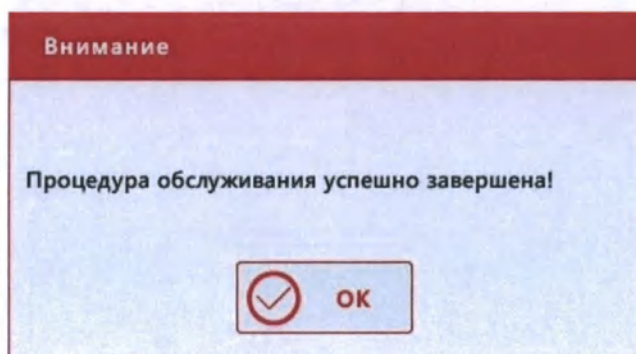

Рис.10.5-3 Информационное сообщение о завершении процедуры обслуживания
- 2) По окончании процесса очистки на экране появится информационное окно с сообщением **“Процедура обслуживания успешно завершена!”**. Затем следует выполнить промывку апертуры WBC или RBC изотоническим реагентом (в зависимости от того, в каком измерительном канале произошло засорение), нажав на соответствующую кнопку **«Промывка апертуры WBC/RBC»** справа. По окончании процесса промывки на экране также будет выдано соответствующее сообщение (Рис.10.5-3):